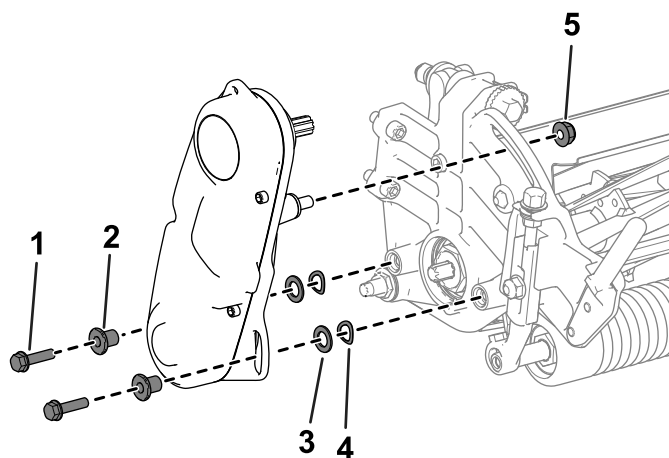

Figure 31
2. Retirez les fixations qui maintiennent le système d'entraînement du cylindre sur la plaque latérale (Figure 31).
3. Déposez l'entraînement du cylindre, les rondelles plates, les rondelles élastiques et les entretoises de la plaque latérale (**Figure 31**).